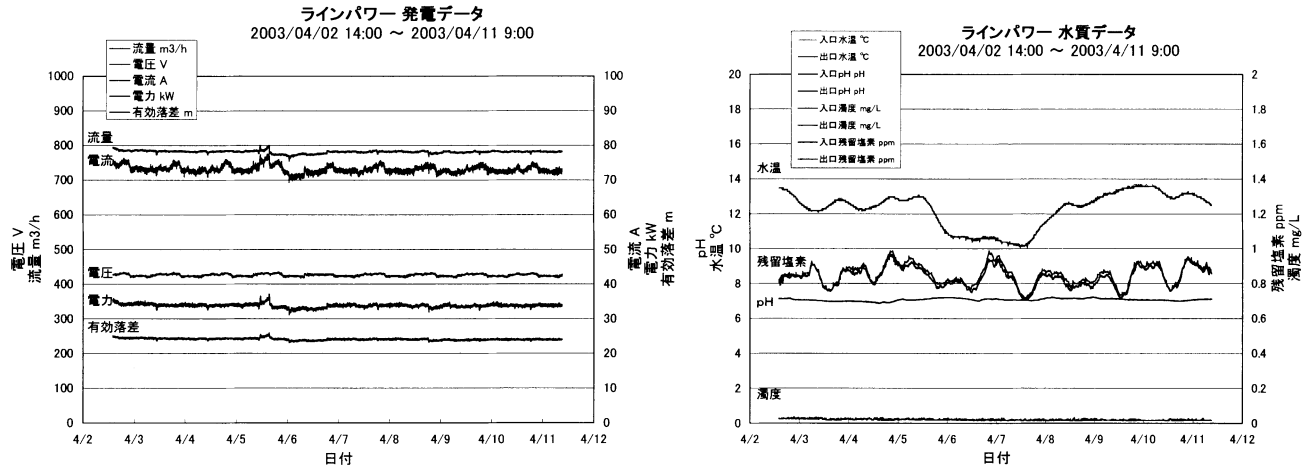

Fig. 5 定常運転時データ (4月2日~11日)
- (1) 水車の直前では若干の流量変動・圧力変動があるが、水車はそれに追従した発電を行い、未利用エネルギーを回収している。(Fig. 5)
- (2) 発電された電気は既存設備に影響を与えることなく、場内の負荷へ送られている。
水車上流の濁度はほぼ0だが、水車の通過後も濁度や残留塩素濃度等の水質の変化はほとんどない(Fig. 5)。これにより、水車が水質に与える影響はほとんどないことが確認できた。